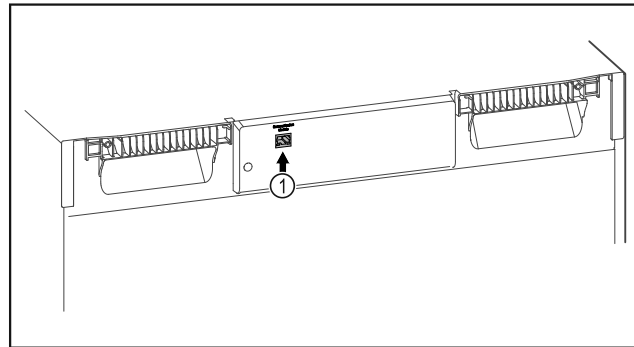

Fig. 82
- SmartModule Fig. 82 (1) встановлено.